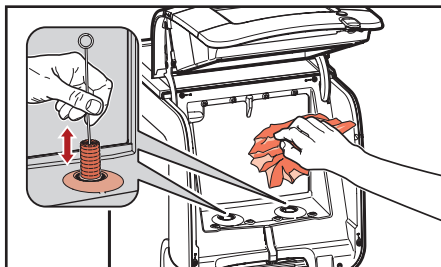

Fig. 5.9 - Nettoyez le compartiment réfrigéré
4. Nettoyez l'ouverture du doseur avec une brosse et l'intérieur du compartiment réfrigéré avec un chiffon propre et humide (fig. 5.9). Séchez avec un chiffon en papier propre.